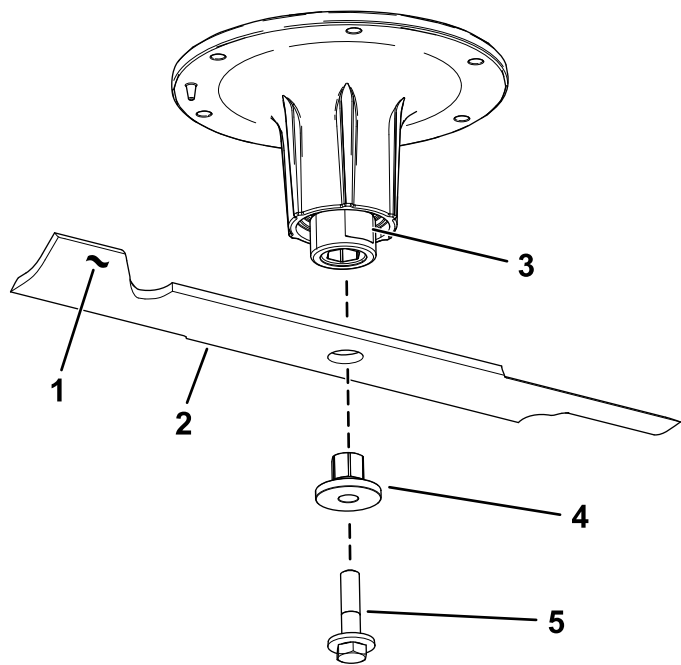

図 70
2. スピンドルのシャフトからブレードボルト、ブッシュ、ブレードを取り外す 図 70。